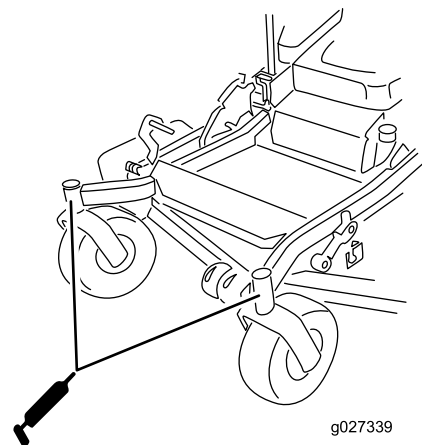

Figura 43
11. Instale el tapón hexagonal y la tapa (Figura 43).
12. Engrase los cojinetes de las ruedas giratorias (Figura 43).